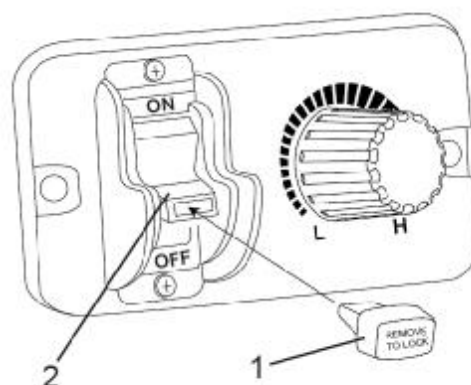

FIGURE 7
Pour verrouiller l'appareil, retirez le bouton de l'interrupteur (1) en le tirant vers l'extérieur. Voir Figure 7. Une fois le bouton de l'interrupteur retiré, l'interrupteur ne fonctionnera plus.